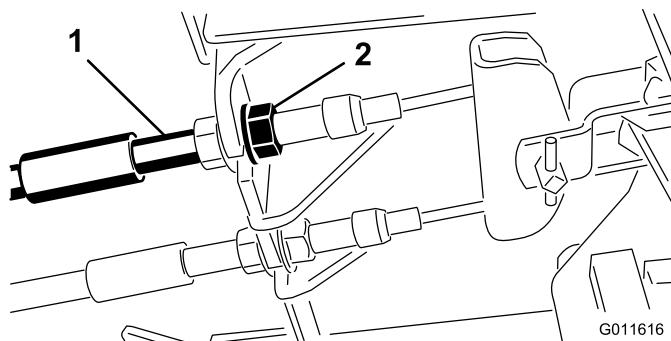

Figura 41
1. Para reducir la holgura de los pedales de freno, apriete los frenos aflojando la tuerca delantera del extremo roscado del cable de freno (Figura 41).